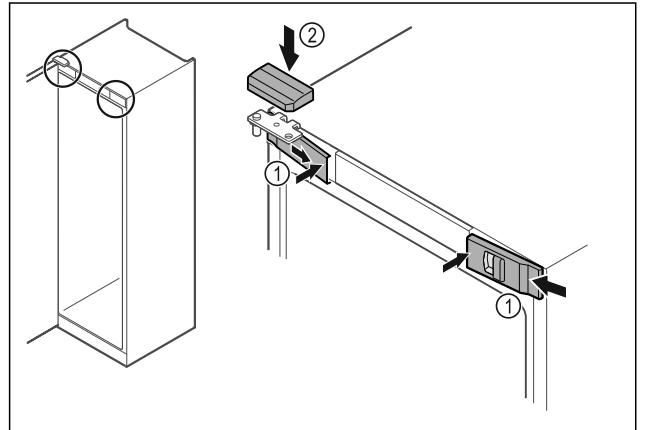

Fig. 37
- Enganchar las cubiertas delanteras Fig. 37 (1) lateralmente y encajar el interior.
- Encajar la cubierta superior Fig. 37 (2) desde arriba.